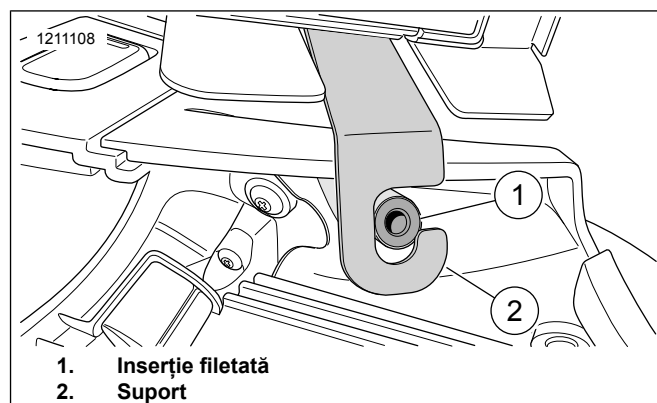

Figura 7. Inserție suport și înfiletare (stânga afișată, dreapta similară)
9. A se vedea figura 7. Verificați dacă suporturile de montare (2) sunt așezate complet în jurul inserției filetate (1).